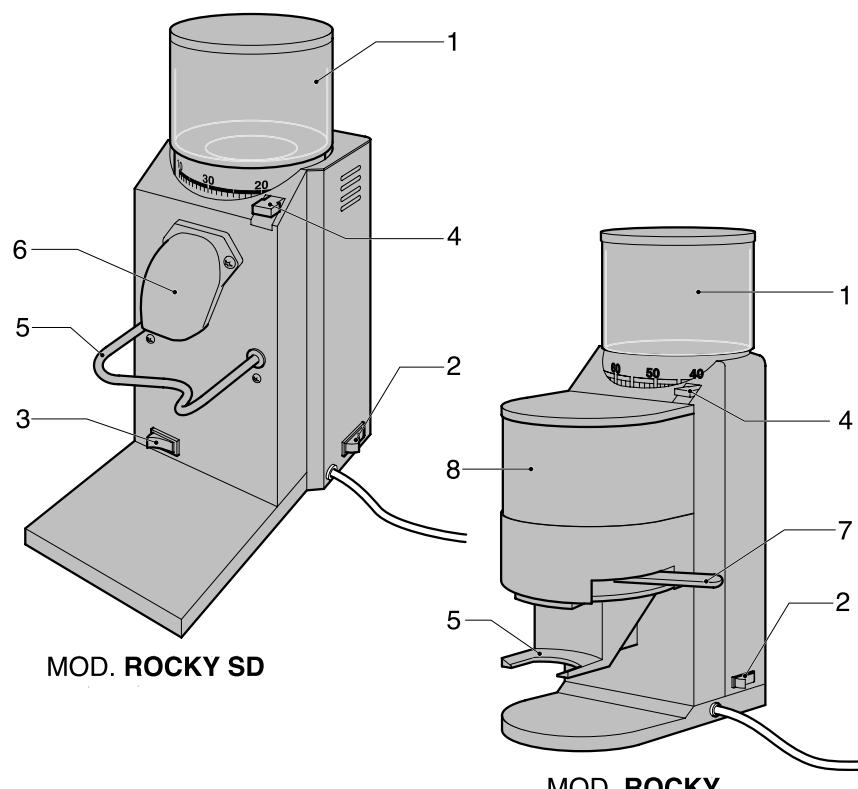

Fig.3
Nel contenitore del caffè in grani 1 Fig.3 è posizionato un riparo fissato con viti per proteggere le mani dalle macine sottostanti durante il rifornimento di caffè in grani e la pulizia del contenitore stesso.
2.5. Definizione delle parti principali (Fig.3)